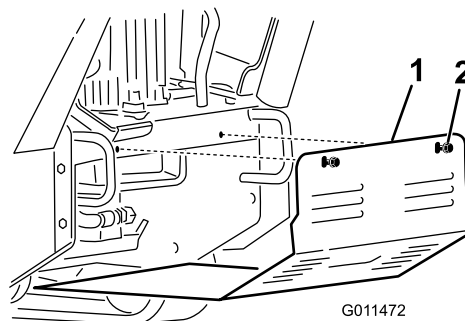

Figura 23
3. Allentate uno dopo l'altro i 2 bulloni che fissano lo schermo inferiore, fino a liberare completamente lo schermo (Figura 23).
nella macchina in modo che poggi su tutte e 4 le alette e fissatelo con i 2 bulloni che avete precedentemente allentato (Figura 23).